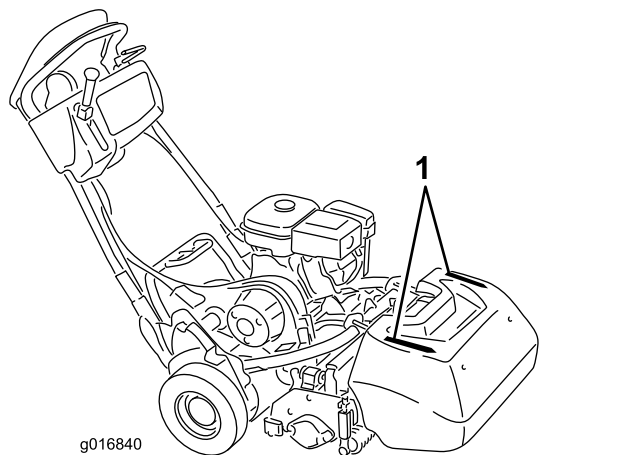

図 31
- 真っ直ぐに刈るコツの一つは、集草バスケットについている線 図 31を目安にして、となりの刈り跡と平行に、常に一定の距離をおいて歩くことです。